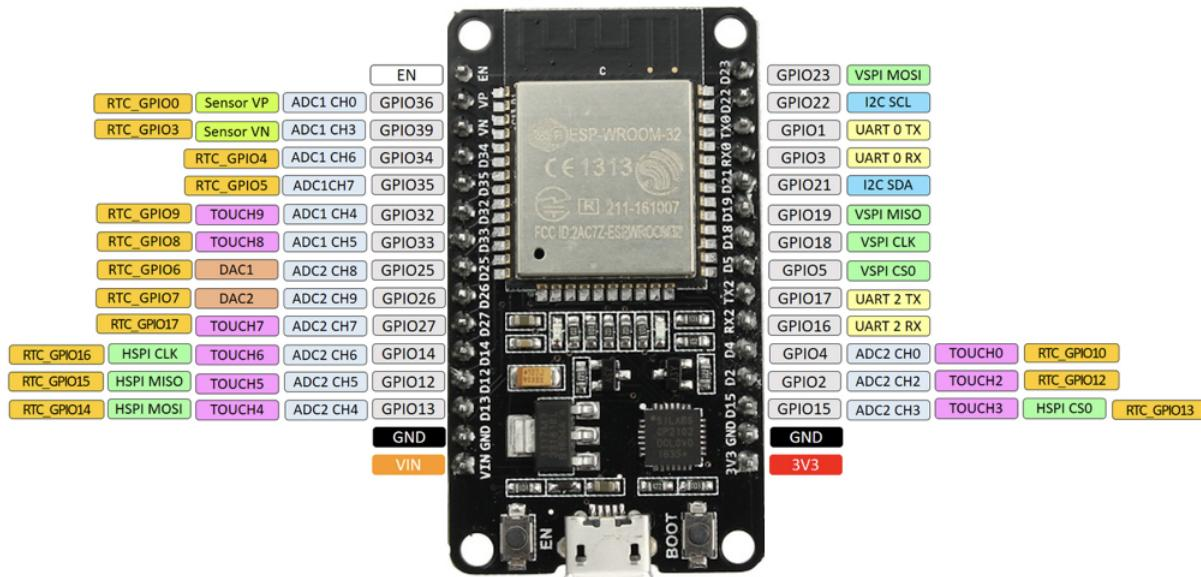

FIGURE 4 – PIN OUT de l'ESP32 30 broches
**Pin OUT de la carte ESP32 - 2** Voir figure 4 page 10.